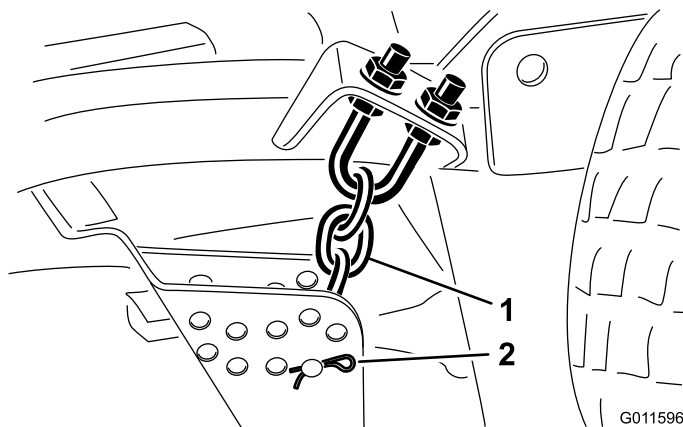

Рисунок 16
8. Снимите игольчатый шплинт и шплинтуемый штифт, которые крепят цепи для изменения высоты скашивания к задней части дека газонокосилки (Рисунок 16).